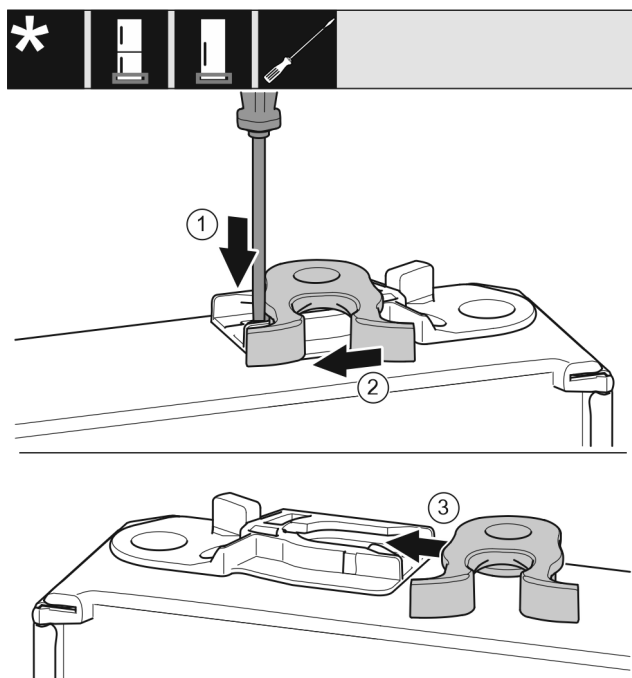

Fig. 49 *
- Odvijačem s ravnom glavom pritisnite spojnicu Fig. 49 (1) prema dolje.*
- Izvucite kuku za zatvaranje Fig. 49 (2) iz vodilice.*
- Gurnite kuku za zatvaranje Fig. 49 (3) na drugoj strani u vodilicu.*